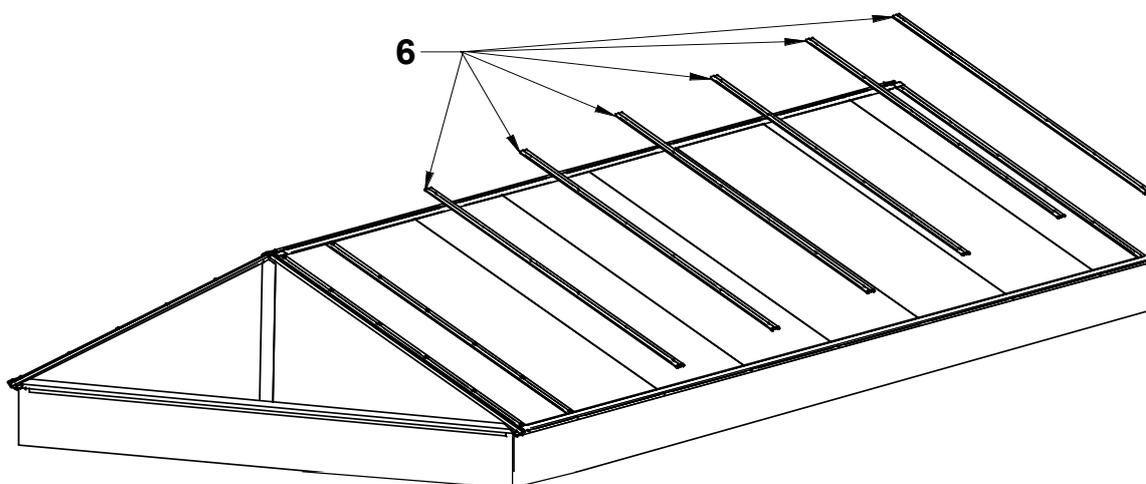

Abb. 75 Montage der Polycarbonatplatten und der Abdeckprofile (Schritt 3)
17. Anschließend weiter mit der Montage gemäß (Abb. 52 Kopfstück-Dichtung im 80er Profilsystem) fortfahren. Eine korrekt eingesetzte Dichtung sollte im Querschnitt wie in der Zeichnung (Abb. 75 Montage der Polycarbonatplatten und der Abdeckprofile (Schritt 3)) aussehen.